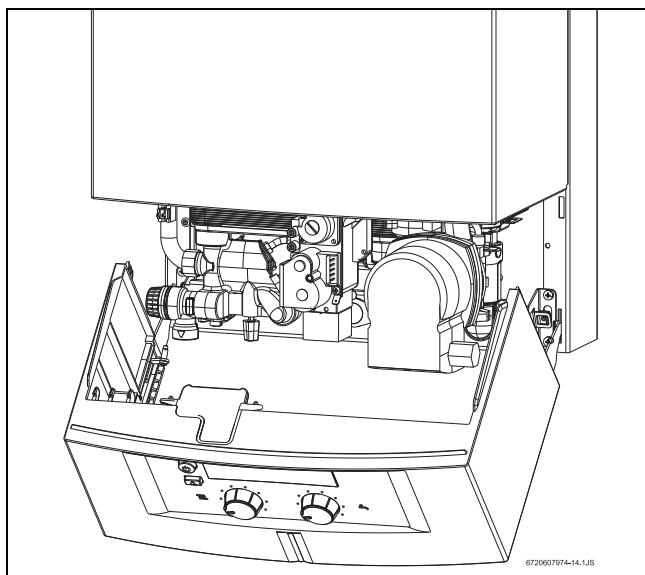

Рис. 28 Сервисная позиция для регулирования газа
- ▶ Перевести панель управления в сервисную позицию (см. рис. 28).